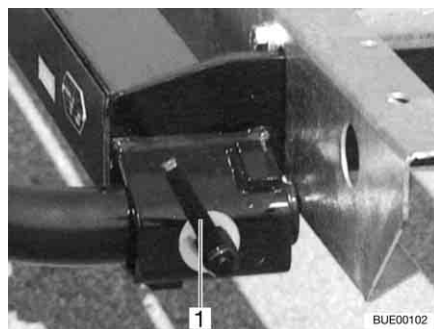

Fig. 7 Cierre rápido
- Encajar el soporte a la izquierda y a la derecha en el marco y retenerlo con un cierre rápido (Fig. 7,1) de cada lado.
- Soltar el cierre rápido (Fig. 7,1) y extraer el soporte de los alojamientos en el marco.